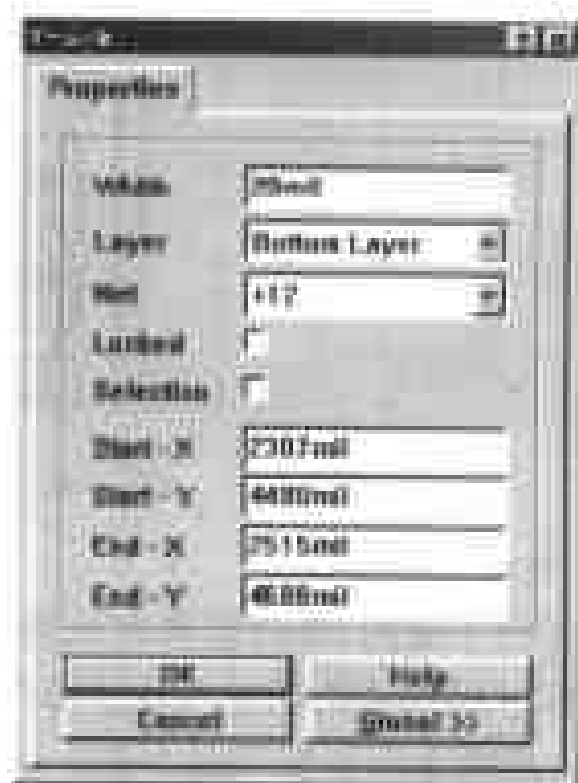

图 8-49 设置走线属性的对话框
(1) 首先在电路板的底层工作层面中双击需要编辑的走线, 即可弹出如图 8-49 所示的对话框。
(2) 在该对话框中将 Width 选项输入框中的数值调整为 20 mil, 设置线条的宽度, 但是这样只修改了一条走线的宽度。
(6) 为了提高电路的抗干扰能力,往往需要将电源、接地线再额外加宽。在图纸中双击接地线,弹出如图 8-49 所示的对话框,在该对话框的 Width 选项的输入框中将走线宽度改为 40 mil。
(7) 单击对话框底部的 Global 命令按钮,展开对话框,然后在 Attributes To Match By 选